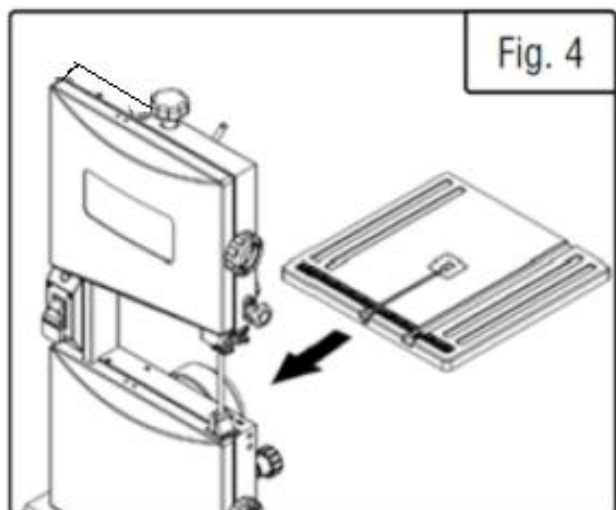

Рис. 4
3. Снимите ручку фиксации угла наклона (Рис. 5-1) и шайбу (Рис. 5-2). Надвиньте стол на ленточнопильный станок, убедившись, что пильное полотно остается в прорези стола (Рис. 4). Оттяните ручку регулировки угла (Рис. 5-3) и совместите зубья на кронштейне стола с зубцами на ручке регулировки угла. Отпустите ручку.